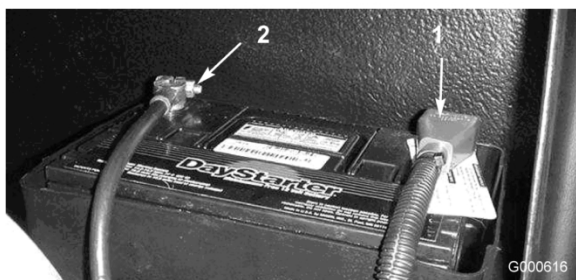

Figura 39
5. Conecte el cable positivo (rojo) al borne positivo (+) y el cable negativo (negro) al borne negativo (-) de la batería (Figura 39). Fije los cables a los bornes con tornillos de caperuza y tuercas. Asegúrese de que el terminal positivo (+) está colocado a tope en el borne, y que el cable está colocado junto a la batería. El cable no debe entrar en contacto con la tapa de la batería. Deslice la cubierta de goma sobre el terminal positivo para evitar posibles cortocircuitos eléctricos.